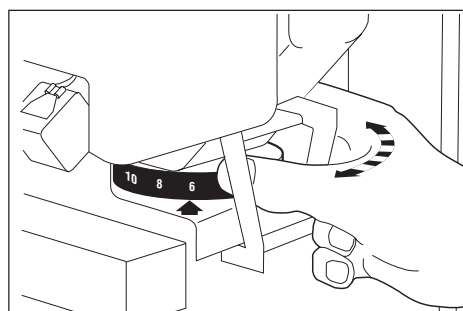

Fig. 15
- Régler l'index de mouture du café sur une des valeurs suivantes, en tournant la bague de réglage (23) (Fig. 15) :